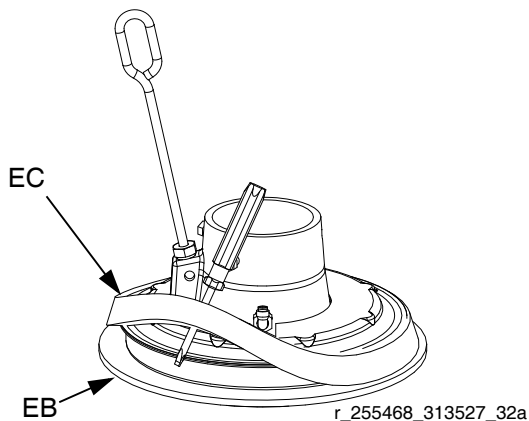

FIG. 18: Instalación del espaciador
3. *Trabajando desde arriba*, use un destornillador para colocar en posición el espaciador (EC) entre la brida y los rascadores (EB). Consulte la FIG. 18.